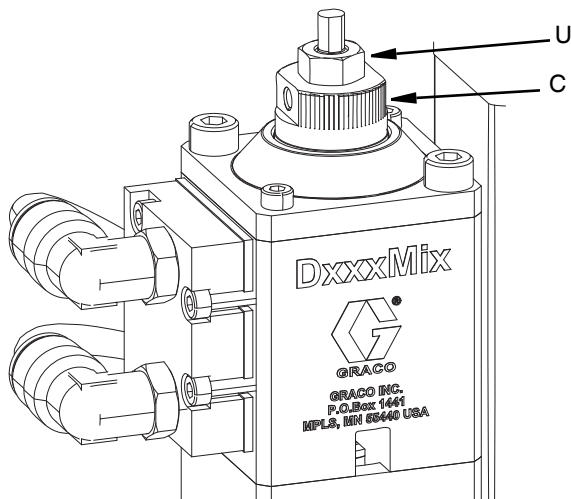

図 10
- 調整ナット (C) をゆっくりと開いてから、希望の流量に到達するまでエア圧力をサイクルさせます。
- ロックナット (U) を締めて、調整ナット (C) を所定の場所に固定します。図 10 を参照してください。